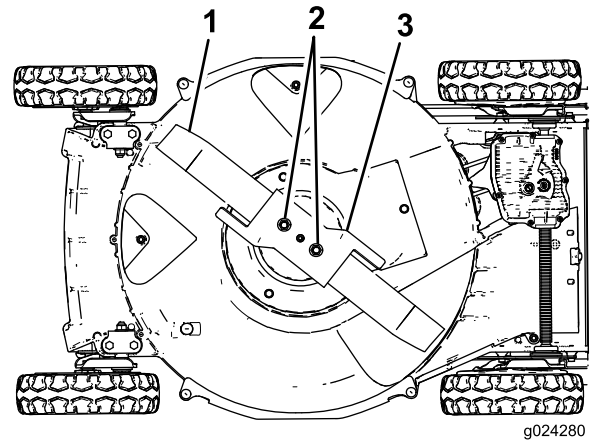

Bild 25
5. Kippen Sie die Maschine auf die **rechte** Seite (Luftfilter nach oben), wie in Bild 25 abgebildet.